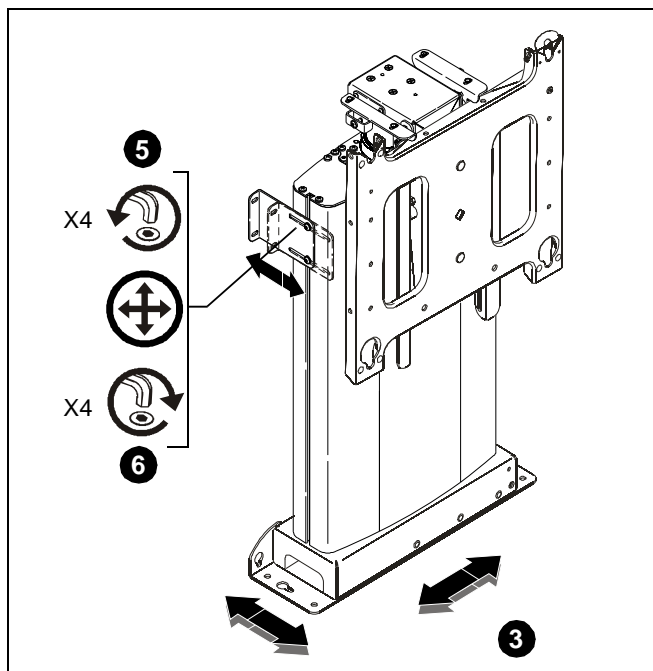

рис. 23
4. Установите кронштейн, чтобы основание было правильно расположено и боковые монтажные кронштейны были выровнены с вертикальными опорами. (см. рис. 23)